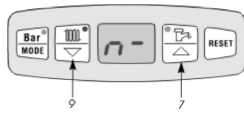

Рис. 17 – Панель управления
- Держите нажатой кнопку Var/Mode (рис. 17) 8 сек, дисплей переключится в режим сервиса, дальнейшим нажатием кнопки Var/Mode на дисплее изобразится c- (котел не работает с контуром рециркулирования), нажатием кнопок (9) или (7) см.рис. 17 на дисплее изобразится c1.
- Держите нажатой кнопку Var/Mode (рис. 17) наименее 8 сек. Дисплей переключится в режим сервиса, на дисплее изобразится п-
- настройте n1 до n9, или п-кнопками (9) и (7) см.рис. 17, согласно таблицы и графика: (величины приведены для природного газа/пропана)